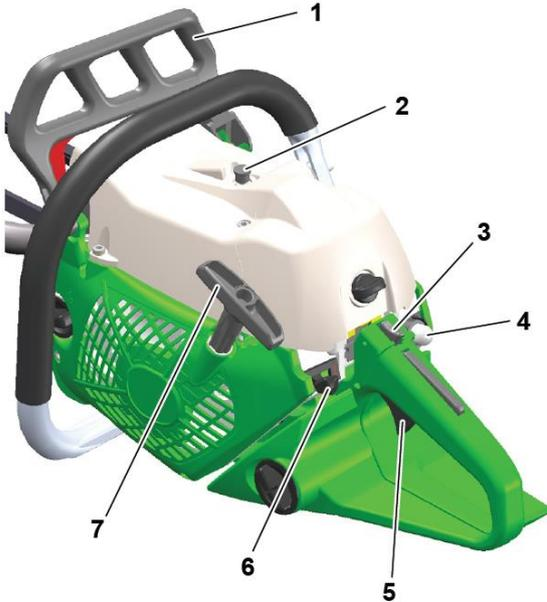

Abb. 7: Antriebsmotor anlassen
- > Ziehen Sie den vorderen Handschutz (Abb.7 Pos.1) nach hinten, um die Keilriemenbremse auszurücken (lösen).
- > Drücken Sie die Drucktaste des Druckentlastungsventils (Abb.7 Pos. 2) nach unten.
- > Bei kaltem Motor: Stellen Sie den Stoppschalter (6) auf **A** (Kaltstart).
- > Bei warmgelaufenem Motor: Stellen Sie den Stoppschalter (6) in die zentrale Stellung **B** (Betrieb).
- > Halten Sie die Gashebelsperre (3) gedrückt.
- > Ziehen Sie dann den Gashebel (5) und lassen Sie ihn wieder los.
- > Drücken Sie den Primer (4) 5 oder 6 Mal.
- > Ziehen Sie den Motorstartergriff (Abb.7 Pos. 7) langsam, bis Sie ein wenig Widerstand spüren.
- > Drücken Sie den Gashebel (Abb.7 Pos. 5) und lassen Sie ihn sofort wieder los.
- > Stellen Sie den Stoppschalter (Abb.7 Pos. 6) in die Stopp-Position 0.